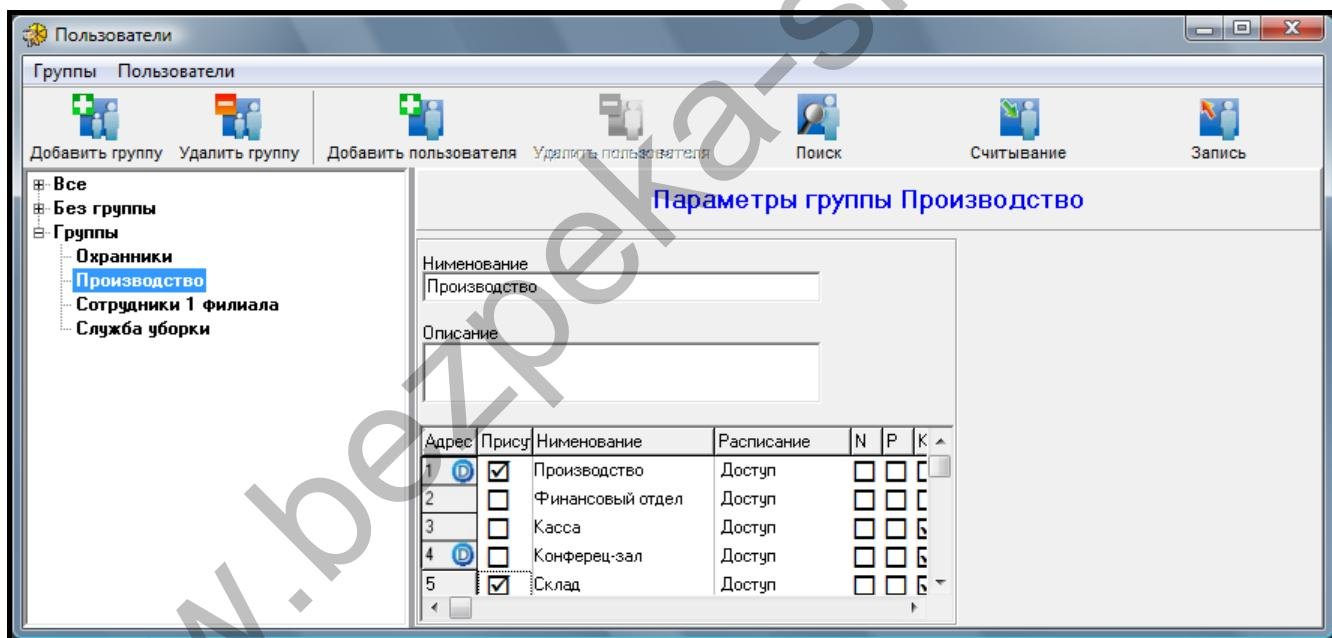

Рис. 29. Пример установок группы пользователей.
2. Нажмите кнопку  и выберите запрос Объединить ПОЛЬЗОВАТЕЛЕЙ в ГРУППЫ (см.: рис. 29). Пользователи, не назначенные в группы, будут назначены по очереди в первую группу с параметрами, совпадающими с параметрами отдельных пользователей. Если нет группы, отвечающей параметрам пользователя, группа будет создана.